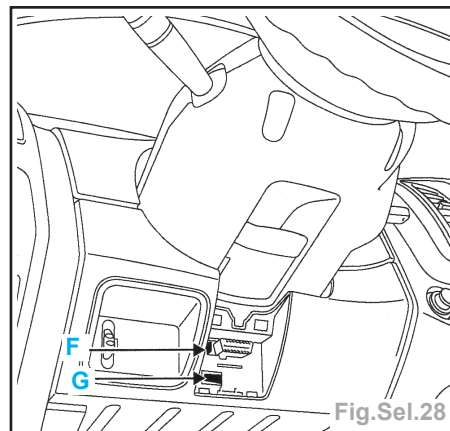

Fig.Sel.28
- la bague transpondeur (C),
- les deux vis de fixation (D) du tableau de bord,
- débrancher les connecteurs de la platine (E) (selon version).
- la prise diagnostic (F) (Fig.Sel.28),
- le connecteur du contacteur de démarrage (G).